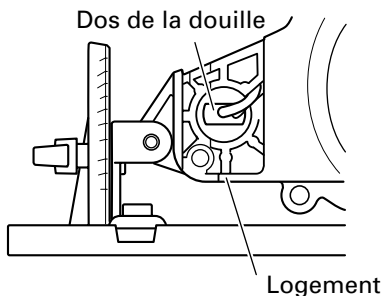

Fig. 23
- (2) Appuyez sur le dos de la douille et retirer la douille et l'ampoule en même temps du logement. (Fig. 23)
- Pour fixer la douille au logement, aligner la douille sur l'orifice du logement tout en regardant le dos de la douille comme indiqué à la Fig. 23, puis insérer la douille jusqu'à ce qu'elle touche légèrement le logement.